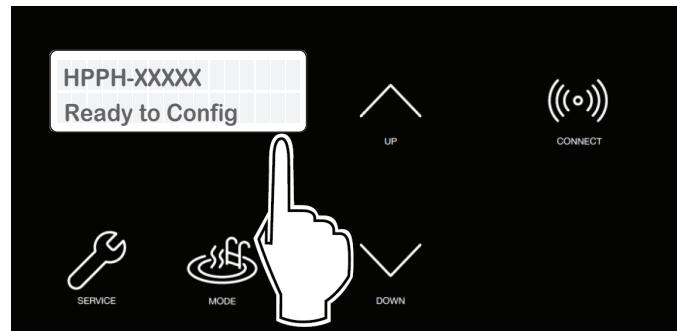

Figure 80. Wi-Fi prêt à être configuré et identifiant du réseau sans-fil
2. Le menu CONNECT (Connexion) affiche l'état du Wi-Fi, pour signaler que la connexion sans fil est « prête », ainsi que l'identifiant de réseau. Voir **Figure 80**.